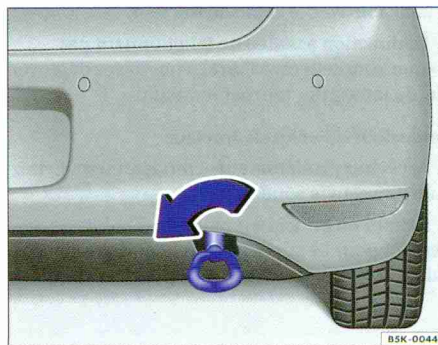

Fig. 213 Dans le pare-chocs arrière, du côté droit : oeillet de remorquage vissé.
droit ⇒ fig. 213. Sur les *véhicules avec dispositif d'attelage de première monte* il n'existe **pas** de logement derrière le cache destiné à l'oeillet de remorquage à visser. La boule d'attelage doit être montée et utilisée pour le remorquage ⇒ page 142, ⇒ ①.